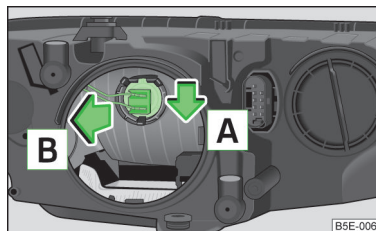

Fig. 213
- Scoateți conectorul împreună cu becul, prin deplasarea spre în jos, în sensul săgeții **A** » fig. 213 și în sensul săgeții **B**.